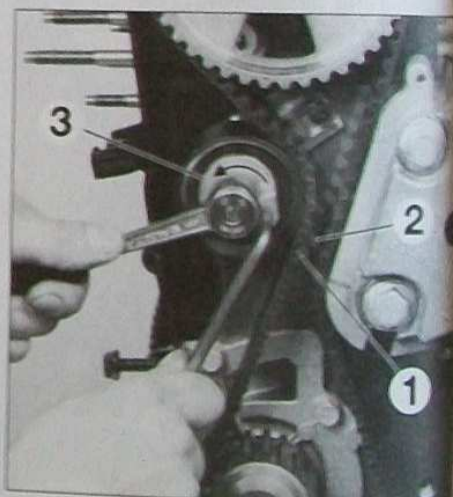

FIG. 17
- Placer l'index (1) sous le repère (2) en tournant le galet tendeur (3) dans le sens inverse horaire (Fig.17) et serrer la vis du galet tendeur.